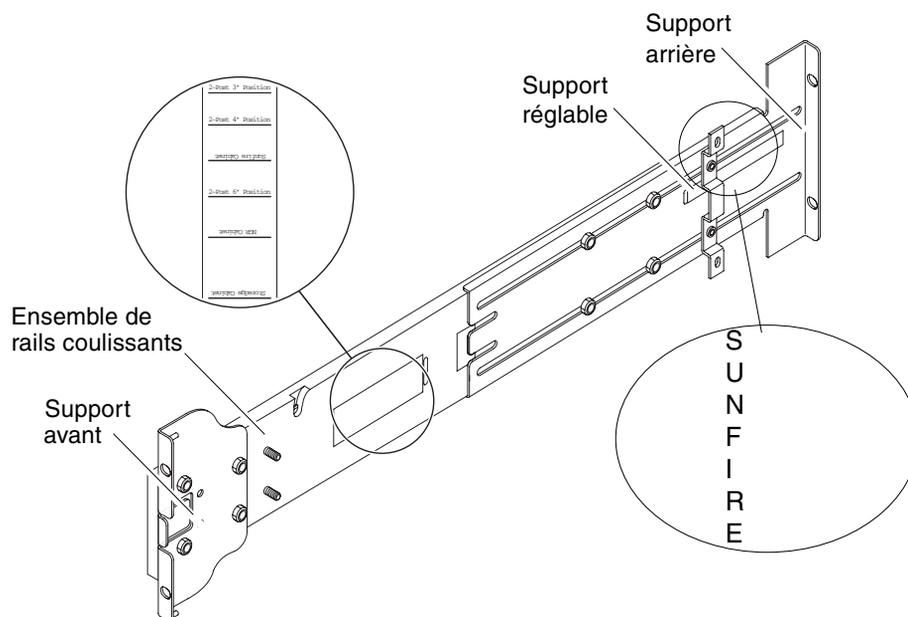

FIGURE 1-3 Ensemble de rails coulissants (configuration standard)
Chaque ensemble de rails coulissants comprend quatre composants (voir FIGURE 1-3) :
Réglez la position du support arrière ou du support réglable pour ajuster au mieux la longueur du rail. Les emplacements des supports pour les différentes armoires sont signalés sur le métal de l'ensemble de rails coulissants et du support arrière. La FIGURE 1-3 indique l'emplacement de ces repères.
1. Retirez les écrous qui maintiennent le support réglable et mettez celui-ci de côté (voir FIGURE 1-3).